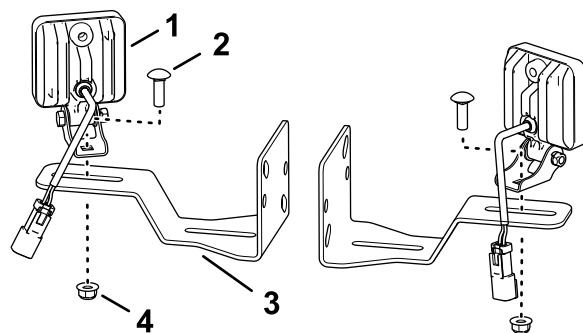

图 1
1. 如 图 1 所示使用托架螺栓 5/16 x 1 英寸和凸缘锁紧螺母 5/16 英寸将 LED 灯组装到灯具安装支架上。